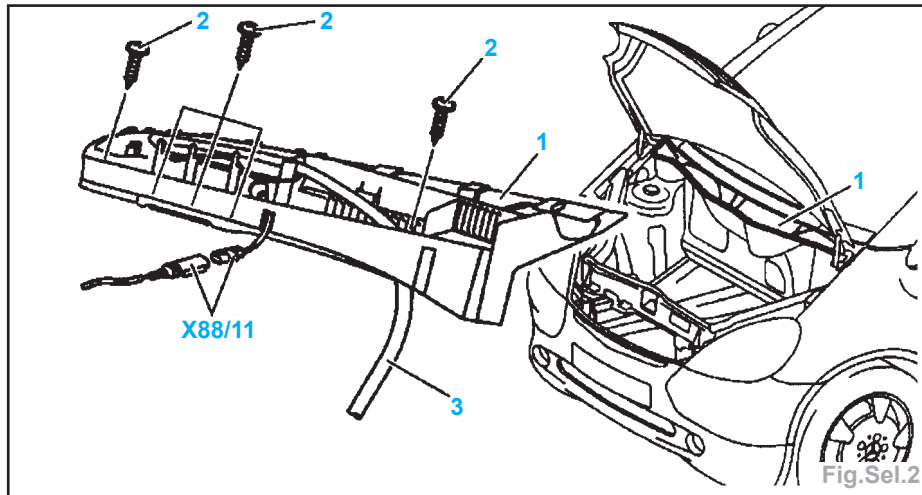

Fig.Sel.2
- le collecteur d'eau en déposant (Fig Sel.2) :